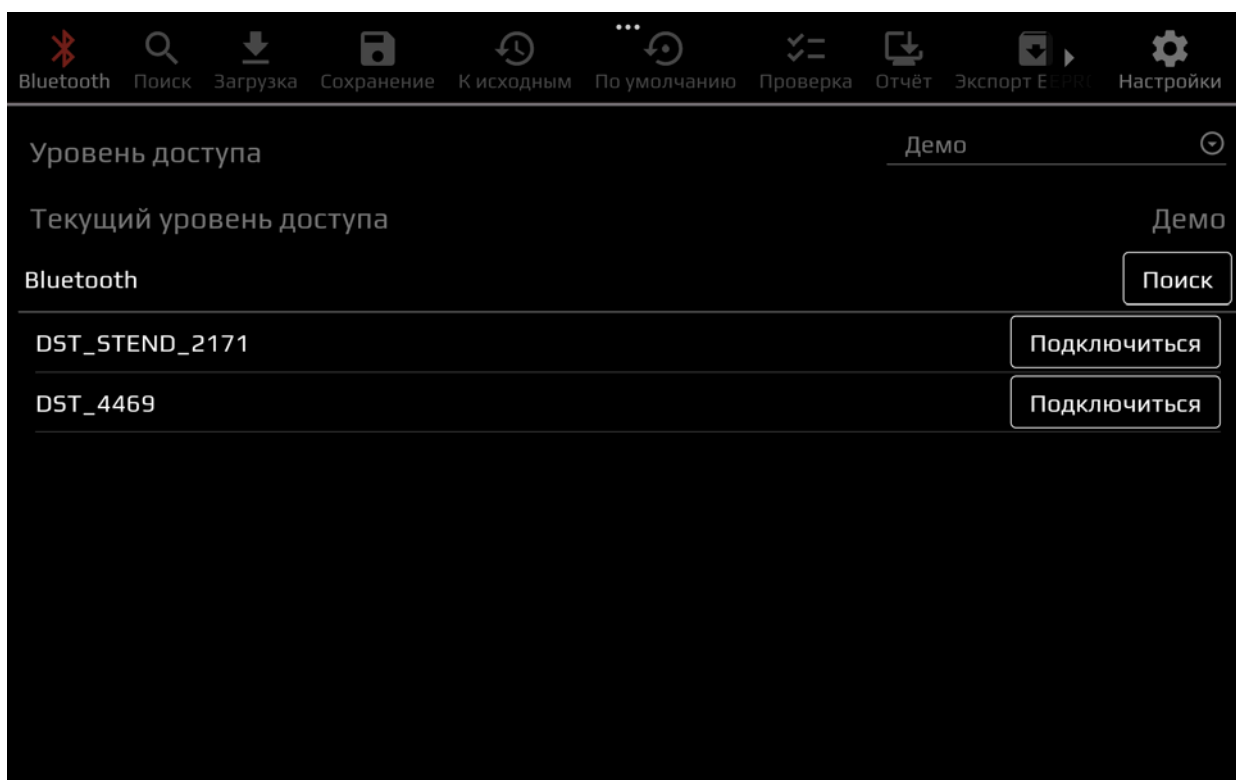

Рисунок 15. Выбор устройства
► выбрать необходимое устройство и нажать на кнопку **«Подключиться»**, расположенную напротив выбранного устройства (рис. 15).